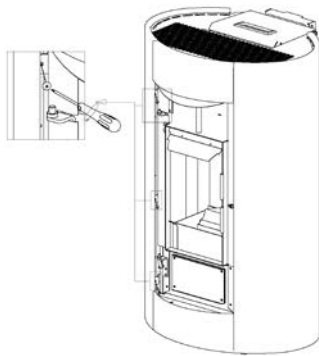
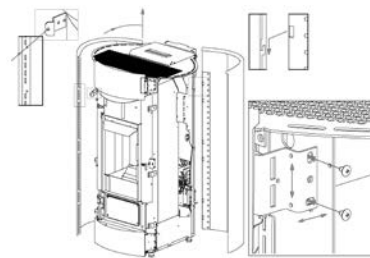

Fig. 60 - Dentini di aggancio
Fig. 61 - Regolazioni
- Per il montaggio procedere in senso contrario, con la possibilità di regolare i frontalini anteriori sia in verticale che in orizzontale così da portarli alla pari con i fianchi (vedi **Fig. 60** e **Fig. 61**).